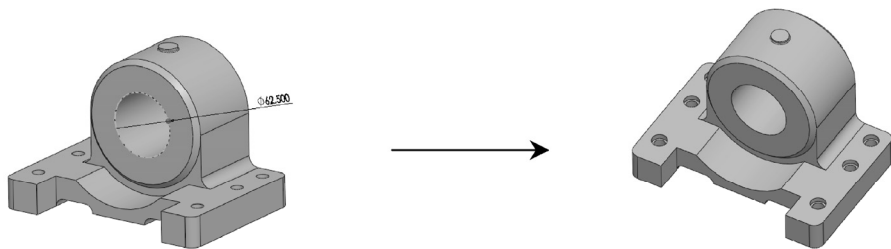

图 2-123 拉伸切除操作
STEP 1 在竖向实体和板台上分别绘制“圆”，执行拉伸切除操作，其中竖向圆的直径为 62.5mm，拉伸切除的深度为完全贯穿，板台面上的圆的大小为 16mm，拉伸切除的深度为 5mm，如图 2-123 所示。